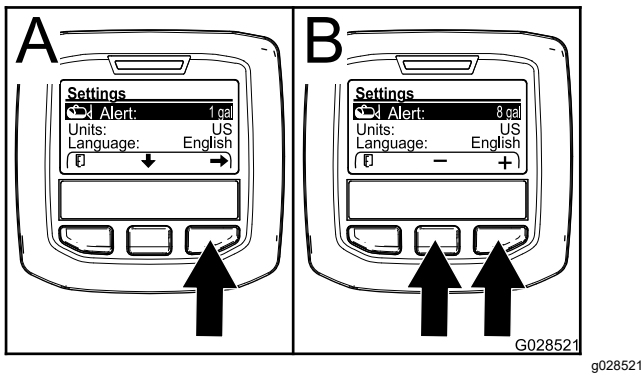

图 70
- 按中间选择按钮可高亮显示提醒设置图 70。
3. 按右侧选择按钮图 70。
4. 使用中间或右侧选择按钮可输入打药机操作过程中提醒显示所需的药缸最低液量图 70。